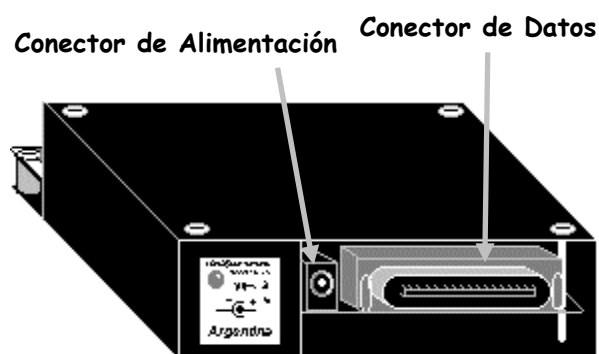

Figura 1.1: Conectores de la Interfaz.
Antes de que comiences a instalar tu interfaz, debes conocer los conectores de la misma. La figura 1.1 los muestra.
- 2) Conecta el cable de la fuente de alimentación provista con el **Conector de Alimentación** de la interfaz (figura 1.1)
- 3) Conecta un cable de impresora al **Conector de Datos** (figura 1.1) de la interfaz. (El otro extremo del cable debe ser conectado a un puerto paralelo - o puerto de impresora - de tu PC).